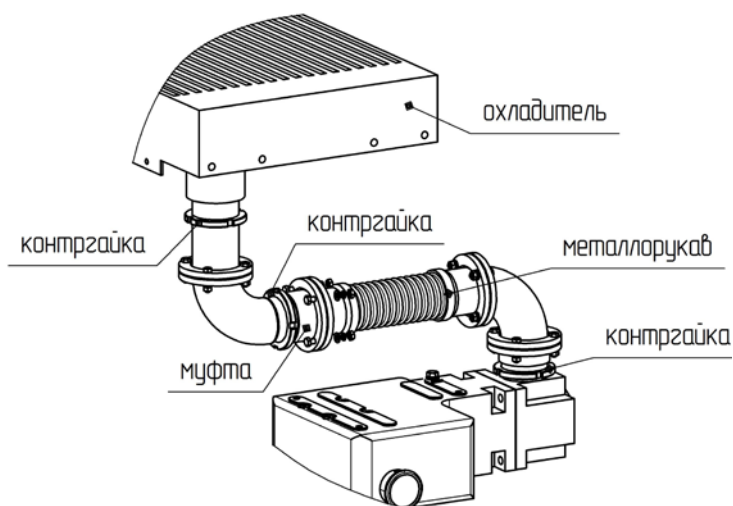

Рис..4.4
- для исполнения с охладителем воздуха (рис.4.4): открутите три контргайки, открутите четыре болта фланцевого соединения, соединяющего муфту и металлорукав, и убедитесь в разъемности фланцевого соединения для исключения осевого сдвига металлорукава при натяжении ремня;